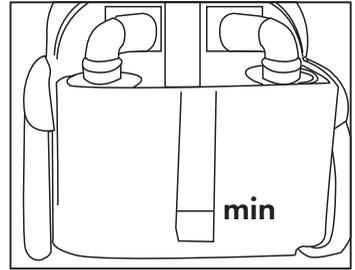

Fig. 2
- Togliere il coperchio del serbatoio di recupero acqua (1), versare nel serbatoio (2) 1 litro di acqua di rubinetto e richiuderlo. **(Fig. 2)**